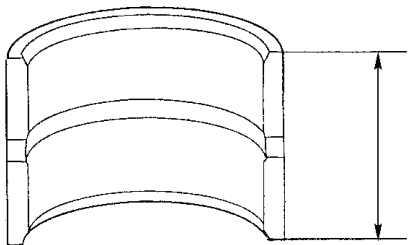

图 4-79 测量定距环套厚度
4) 如图 4-79 所示，测量定距环套的厚度。如果厚度低于维修极限，则换上一个新的定距环套。如果厚度符合维修极限，则转到第 5) 步。标准值：27.53 ~ 27.56mm；维修极限：27.51mm。